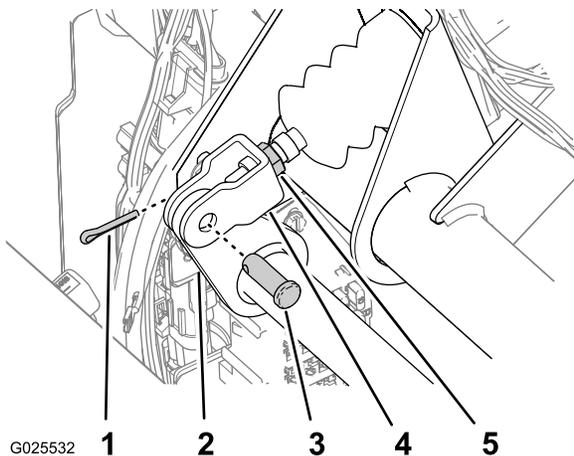

Figura 76
2. Retire o contrapino e o passador de forquilha que fixam a culatra do cilindro principal ao ponto de articulação do pedal de travão (Figura 76).
4. Desaperte as porcas de retenção que fixam a culatra ao eixo do cilindro principal (Figura 76).
5. Ajuste a culatra de modo a que os orifícios se encontrem alinhados com o orifício existente no ponto de articulação do pedal de travão (Figura 76).
6. Fixe a culatra ao ponto de articulação do pedal de travão com o passador de forquilha e o contrapino (Figura 76).
7. Aperte a porca de retenção que fixa a culatra ao eixo do cilindro principal (Figura 76).